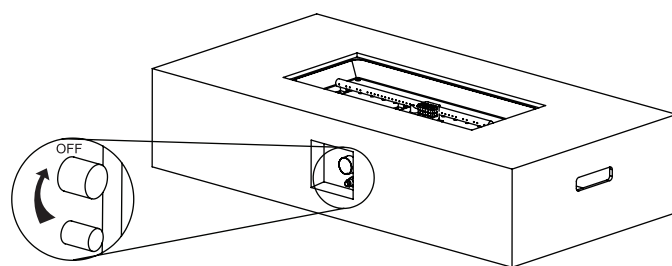

Figure 2
2. Prepričajte se, da je plinski regulator v položaju "OFF" pred nadaljevanjem (glej Figure 2).